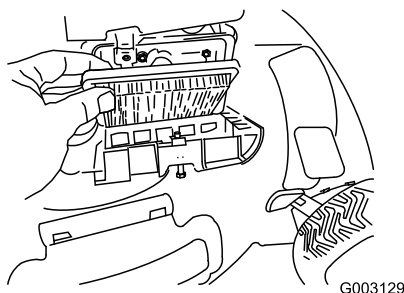

Figura 34
4. Coloque la tapa (Figura 34).